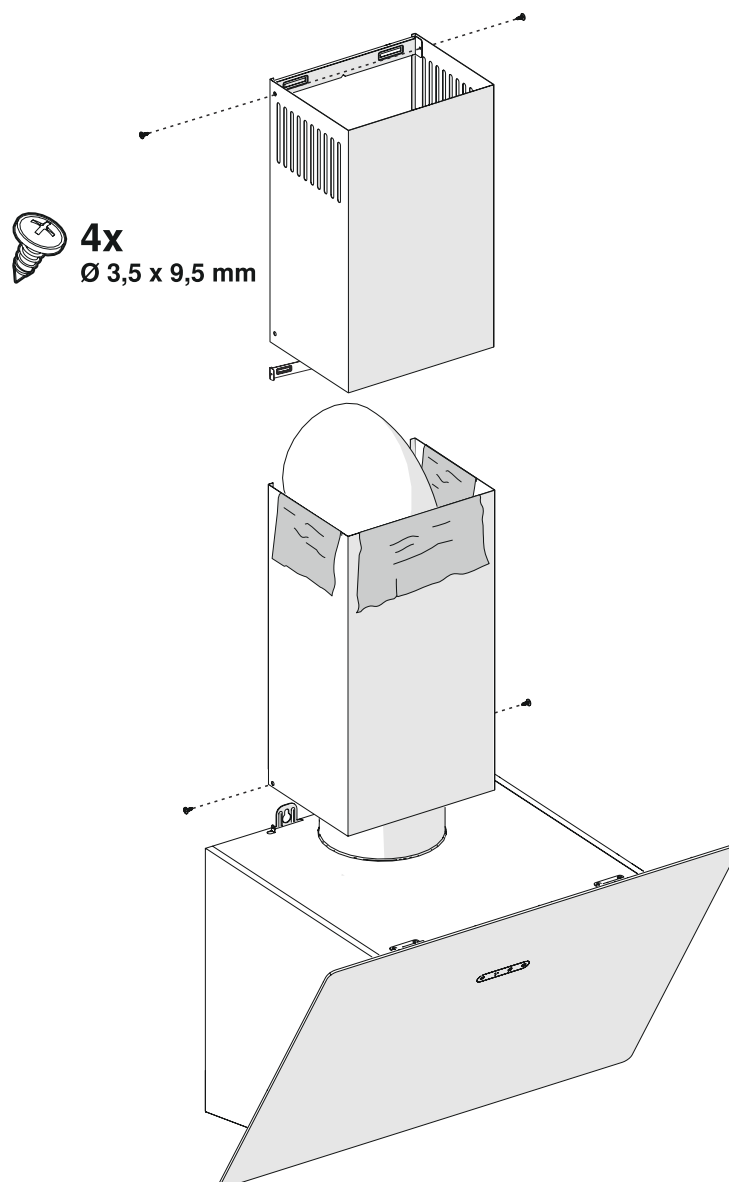

Fig. 13
- Om det finns skyddsfolie på skorstenen, dra av den. (Fig. 13).
- Montera nu den invändiga skorstenen i skorstensfästet under taket (fig. 13).
- Montera den yttre skorstenen ordentligt i botten, där den kan fästas med en skruv på varje sida (bild 13).